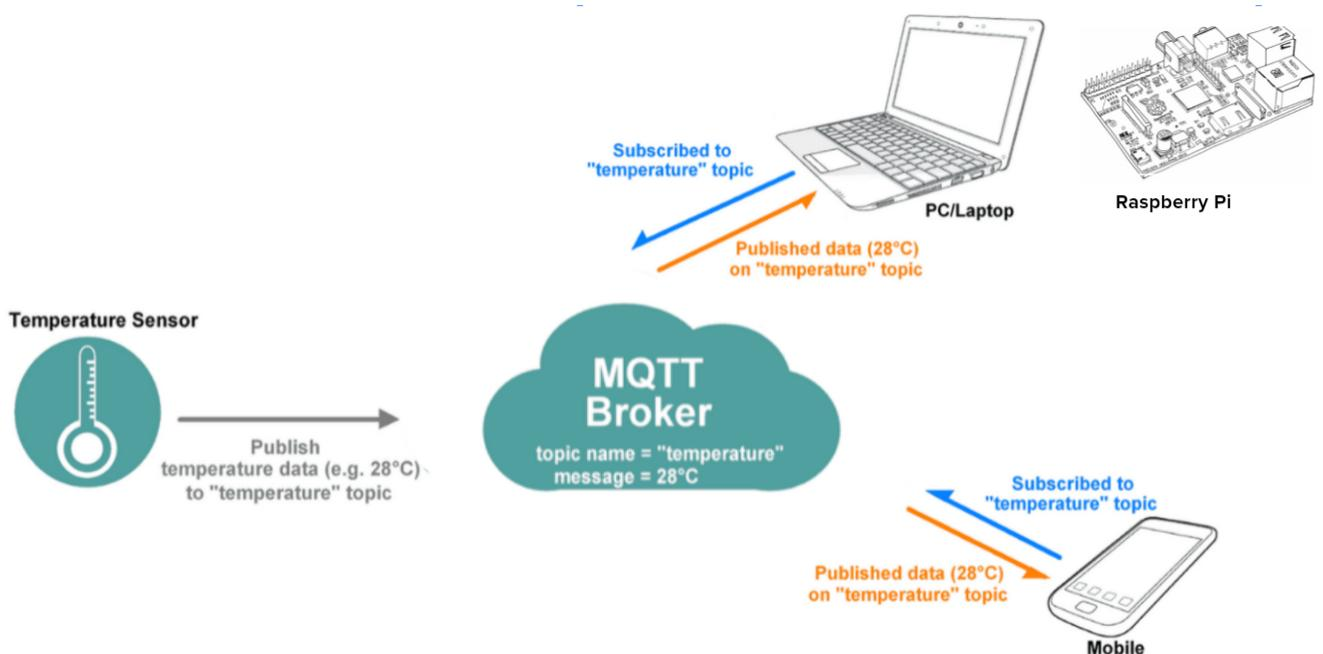

FIGURE 4 – Protocle MQTT
- **Le protocole MQTT** : MQTT est l'abréviation de "Message Queing Telemetry Transport". Le protocole MQTT fonctionne comme un service de messagerie push avec un modèle éditeur/abonné (pub-sub). Dans ce type de communication, les clients se connectent à un serveur central appelé broker (courrier). Afin de filtrer les messages qui sont envoyés à chaque client, les messages sont classés dans des sujets organisés de manière hiérarchique. Un client peut publier un message dans un certain sujet (topic). D'autres clients peuvent s'abonner à ce sujet, et le broker leur enverra les messages souscrits. (Figure 4)